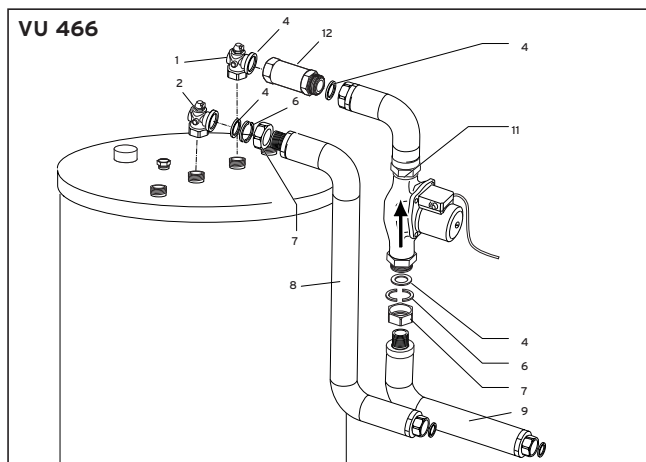

Fig. 5 : Montage sur ballon VIH CR 150-200, VIH CQ 150
### Montage des tuyaux ondulés sur le ballon (Fig. 5 et 6)
- VIH R 150-200 (v. Fig. 5)
- VIH CQ 150 (v. Fig. 5)
**Faire attention, avec le coude (2), à la direction du flux ! Le coude (2) est équipé d'un clapet de retenue et se monte sur le tuyau de retour ballon.**
- Installer tous les autres vis, joints et raccords à garniture plate selon la Fig. 5 ou 6.
### Légende Fig. 5 et 6 :